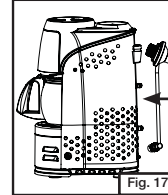

Fig. 17
- Le régulateur peut être rangé sur le côté arrière de la cafetière en enfonçant le tube du régulateur dans les pinces. (Fig. 17)